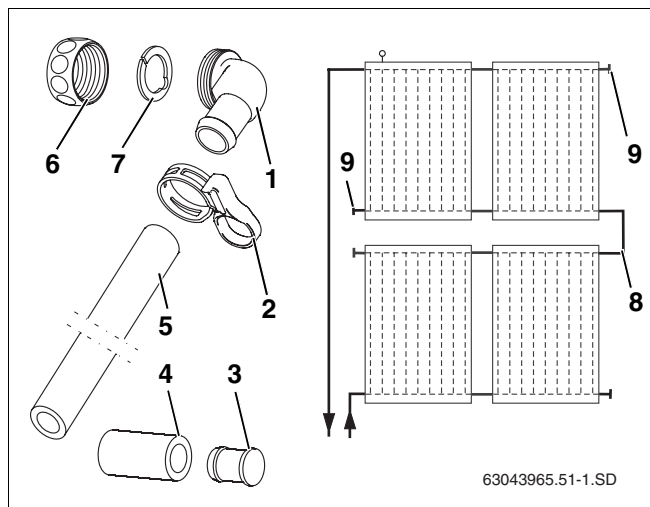

fig. 58 Apresentação esquemática e conteúdo do fornecimento
O conjunto de ligação está disponível como acessório (fig. 58, **item 8**) fazendo a ligação de duas filas de colectores.
Conteúdo do fornecimento (fig. 58)